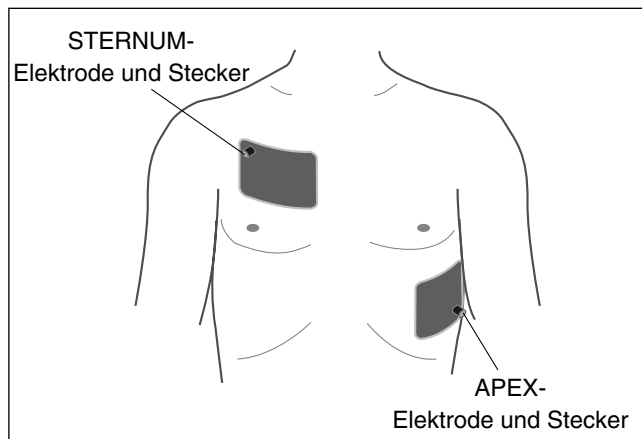
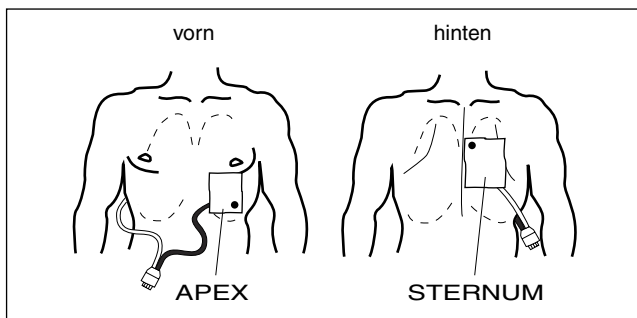

Bild 4-10. Anlegestelle anterior – anterior
Bild 4-11. Anlegestelle anterior – posterior
- \* Legen Sie die Elektroden 919 202 94 (Erwachsene) bzw. 919 202 95 (Kinder) entsprechend Bild 4-10 an, wenn Sie anterior-anterior defibrillieren möchten, oder entsprechend Bild 4-11, wenn Sie anterior-posterior defibrillieren: